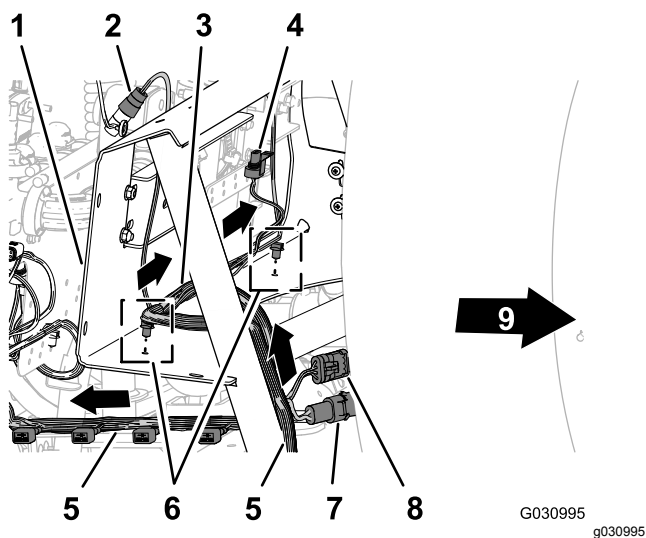

図 125
1. 図 125 に示すように、ワイヤハーネスの 203cm の枝線を、バルブマウントのサポートストラットよりも車体内側を通し、車体後方のバルブマウント 10バルブ用まで導く。
2. フローメータと攪拌バルブ用のワイヤハーネスの 81cm の枝線を、マニホールドマウントの正面を横断するように配設する 図 125。
3. 81cm の枝線のモミの木形のアンカーを、マニホールドマウントの下側フランジに差し込む 図 125。